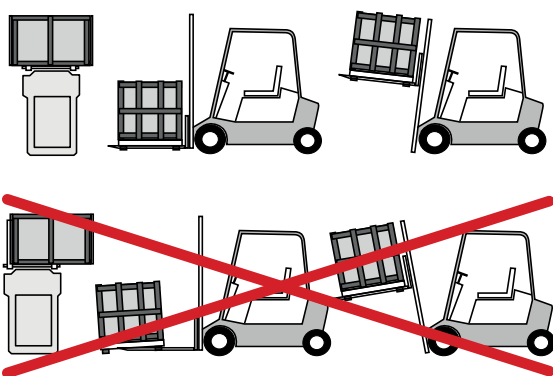

Рис.3
- Вес оборудования необходимо распределить таким образом, чтобы сохранить равновесие центра тяжести. (Рис.3)